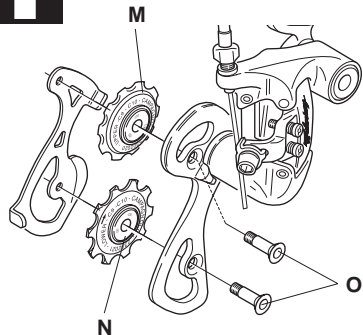

Fig. 18
- Per rimuovere le rotelline, svitare le viti (O - Fig.18) con una chiave a brugola da 3 mm.
- To remove the rollers, unscrew the screws (O - Fig. 18) (3 mm Allen screw).
- Zur Demontage der Schaltrollen, die Schrauben (O - Abb. 18) (3 mm Inbusschlüssel) abnehmen.
- Pour démonter les galets, dévisser les vis (O - Fig.18) (clé Allen de 3 mm).
- Para desmontar las ruedecillas, desenroscar el tornillo (O - Fig.18) (llave allen de 3 mm).
- Voor het verwijderen van de derailleurwielletjes: draai de schroeven (O-Fig.18) los (3 mm inbussleutel).